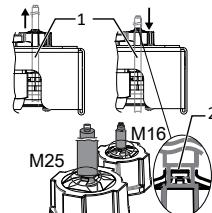

Fig. 14: Τοποθέτηση θωράκισης στη κοχλιώση HMΣ
- 1 Ελέγχετε τα καλώδια (1) για ελευθερία έλξης/πίεσης από το πλήρες άνοιγμα και κλείσιμο των θυρών.
- 2 Επισημάνετε τη θέση για την τοποθέτηση της θωράκισης στον κλωβό σύσφιξης (2) των κοχλιώσεων HMΣ.
- 4 Τραβήξτε πίσω τους αγωγούς στο σημείο θωράκισης μέχρι η θωράκιση μέσω του κλωβού σύσφιξης να ολοκληρωθεί πλήρως και να αποκλείστει μετατόπιση του καλωδίου σύνδεσης. [See figure 14] ▶ Page 191]